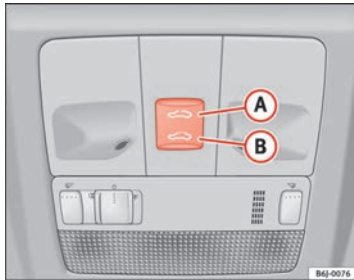

Abb. 51 Panoramadach / Ausstelldach
- Wird der Taster **(B)** ⇒ Abb. 51 ⇒ ⚠️ betätigt und gedrückt gehalten, führt das Dach die Schließbewegung aus, bis der Taster wieder losgelassen wird.